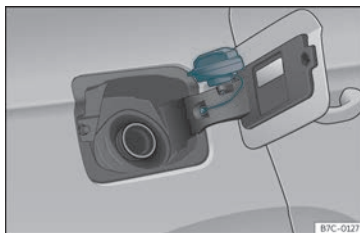

Fig. 210 Tapa del dipòsit amb el tap encaixat.
- Poseu-lo en l'espai que hi ha a la frontissa de la tapa oberta»» **fig. 210**.